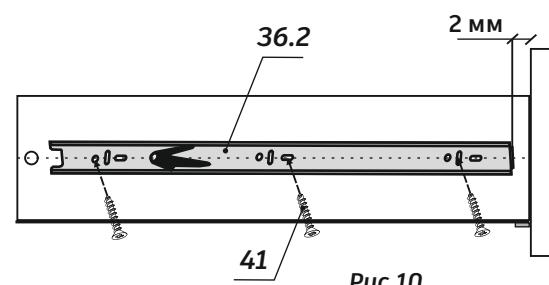

Рис.10
2. **Приложить** направляющую к каждой боковой стенке ящика так, чтобы центры отверстий направляющей совпали с линией на боковой стенке ящика, выдержав размеры, показанные на рис.10
3. **Крепить** направляющие к каждой боковой стенке ящика шурупами 3,5x16 (п.41) – 3 шт (см. рис.10).